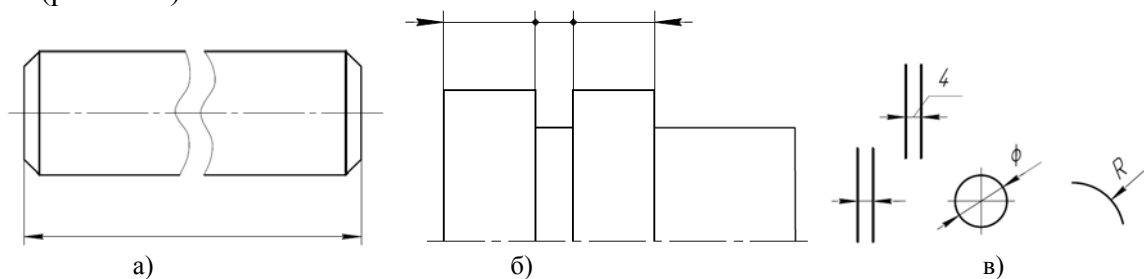

Рис. 9.9. а) размерная линия при разрывах, б) замена стрелок точками, в) при недостатке места.
6. При разрыве изображения размерная линия должна быть проведена полностью (рис.9.9.а).
7. В случае недостатка места для стрелок последовательно смежных размерных линий следует заменять стрелки точками или штрихами на выносных линиях (рис.9.9.б).
8. В случае недостатка места для стрелок в концах короткой размерной линии, последняя удлиняется и стрелки наносятся снаружи (рис.9.9.в).
9. При малой длине радиуса на чертеже стрелку рекомендуется располагать с внешней стороны дуги (рис.9.9.в).